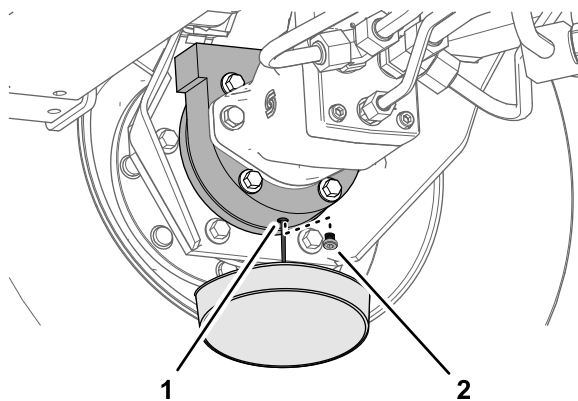

Figure 129
6. Placez un bac de vidange sous le carter de frein et enlevez le bouchon de vidange pour permettre la vidange complète de l'huile (Figure 129).